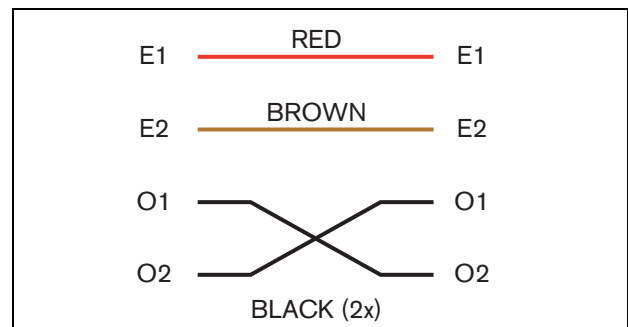
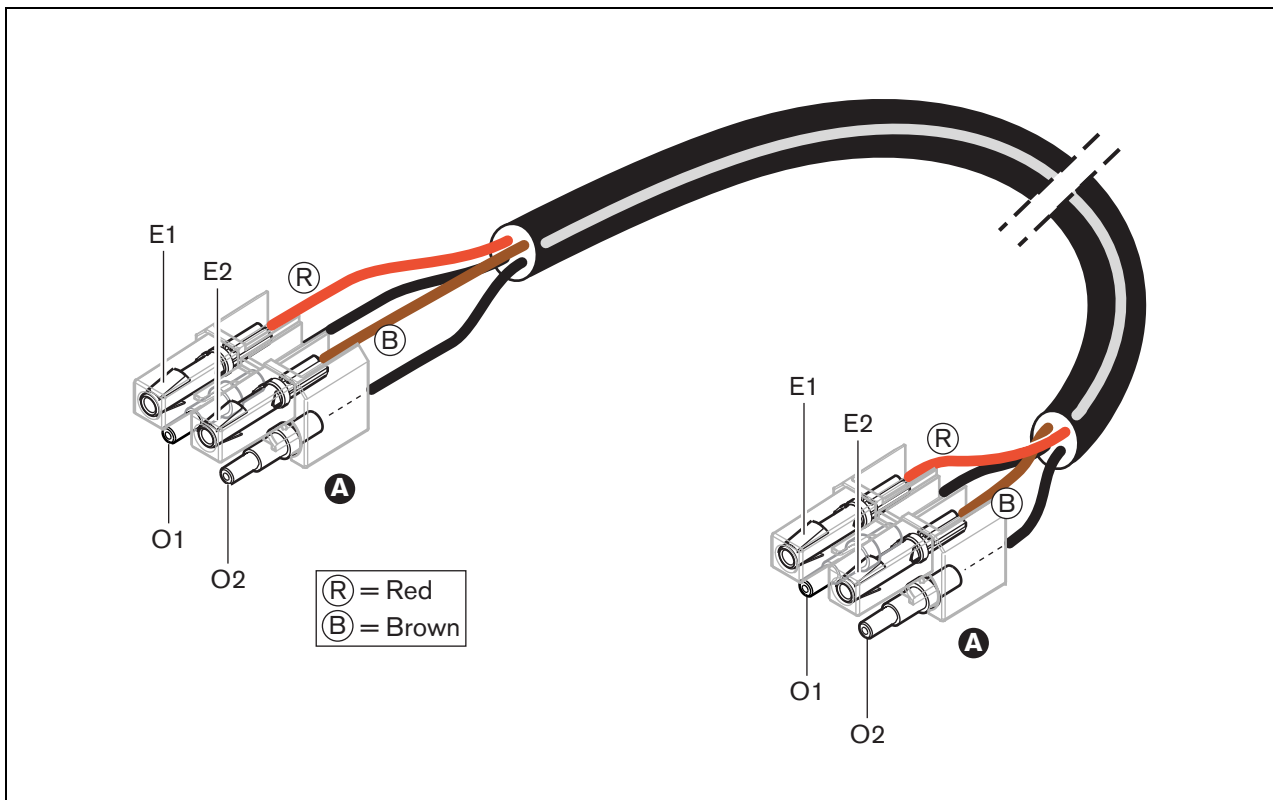
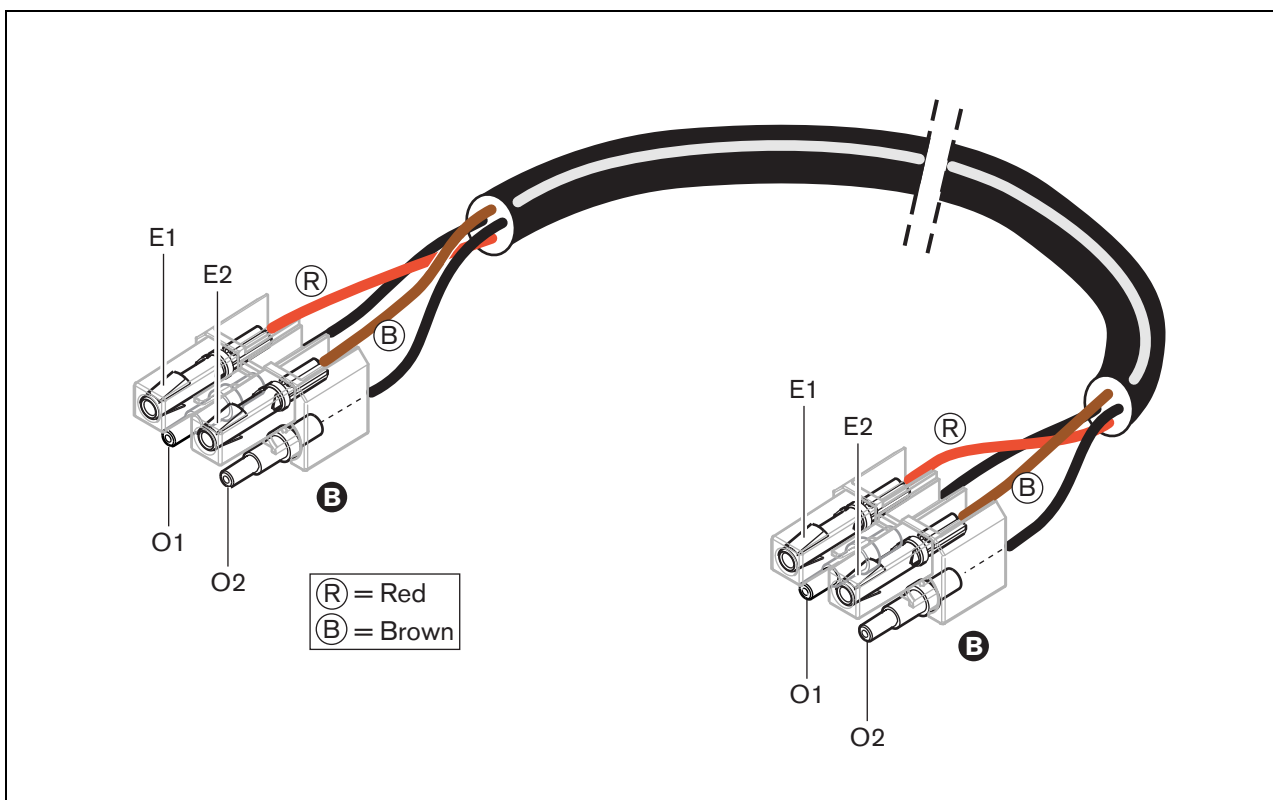
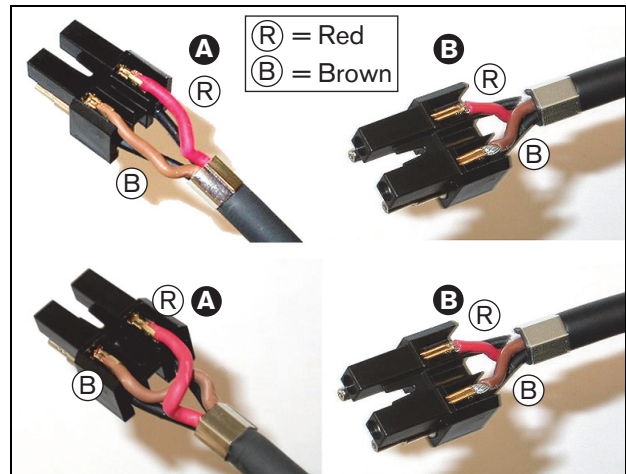

abbildung 30.28: Schaltplan
abbildung 30.29: Verkabungsschema für Typ A optischer Netzkabel
abbildung 30.30: Verkabungsschema für Typ B optischer Netzkabel
abbildung 30.33: Montage von Block und hinterem Gehäuse
Beachten Sie auch das Verkabelungsschema (siehe abbildung 30.28). Praktische Anwendungen dieses Schemas finden Sie unter abbildung 30.29 und abbildung 30.30).
- 28 Haken Sie die Hülsen in den Montageblock (siehe abbildung 30.33). In einem der Anschlüsse, die mit einem Kabel von Typ A verbunden werden, müssen die roten und braunen Kupferdrähte über Kreuz verlaufen, um das Verkabelungsschema zu erfüllen (siehe abbildung 30.28).